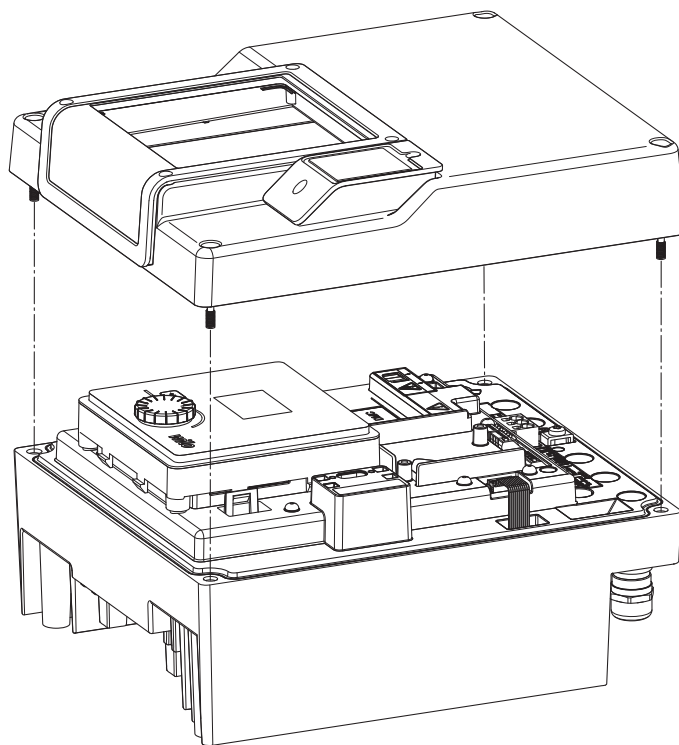

Fig. 45: Otvaranje poklopca elektronskog modula
- Otvorite poklopac elektronskog modula. (Fig. 45).